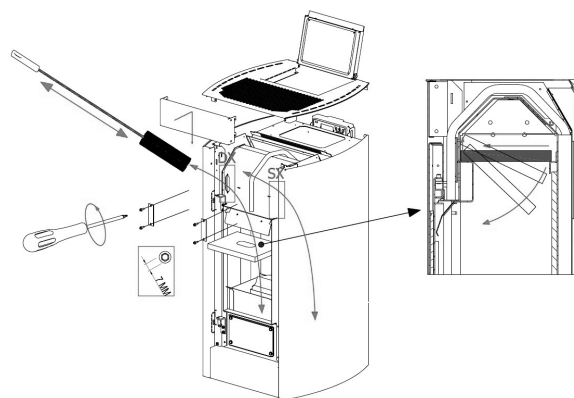

Fig. 89 - Nettoyage
- Retirer le déflecteur supérieur (voir **Fig. 89**), aspirer l'éventuelle cendre et nettoyer les parois internes de la chambre de combustion.